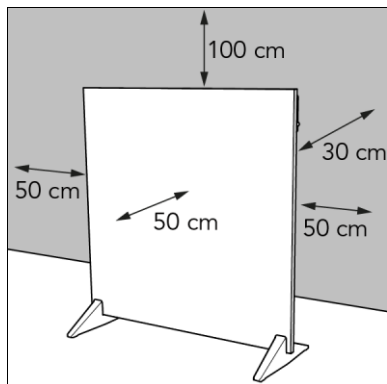

Abbildung 7
2. Platzieren Sie das Gerät mit einem Mindestabstand (Abbildung 7) von: